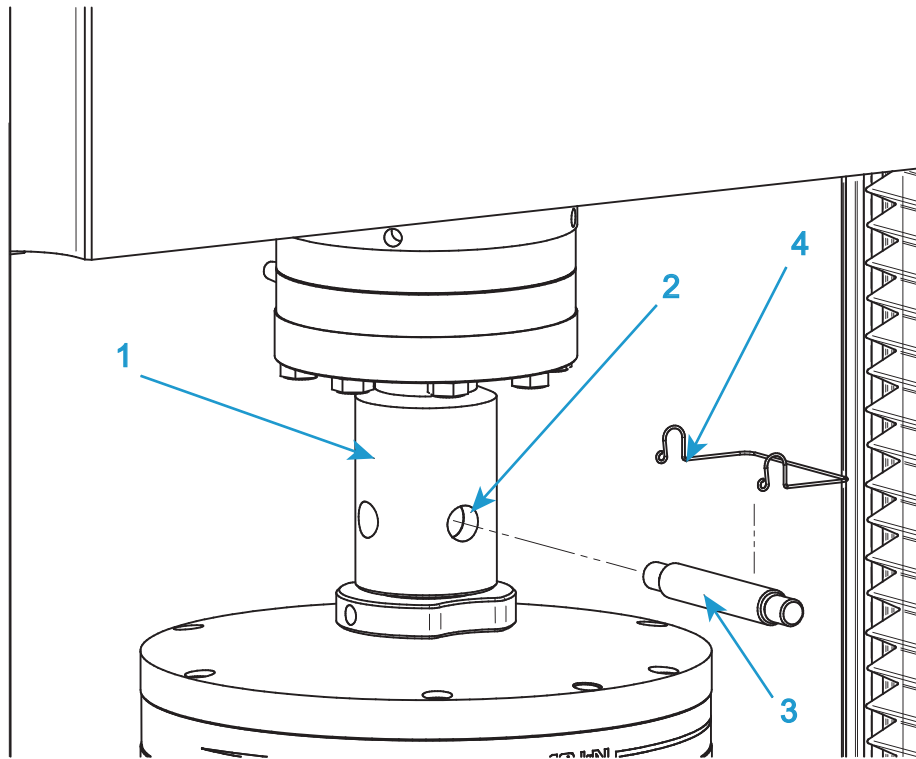

Figura 19. Installazione tipica della presa
Consultare la Figura 19 a pagina 99 quando si segue questa procedura.
1. Per il morsetto superiore, inserire l'adattatore sul morsetto nella presa a forcella femmina (1 in Figura 19) sull'adattatore della cella di carico.
2. Allineare i fori della forcella (2 in Figura 19) e infilare il perno a testa (3 in Figura 19) piana attraverso i fori.
3. Fermare in posizione il perno a testa piana, con l'apposito fermaglio (4 in Figura 19).